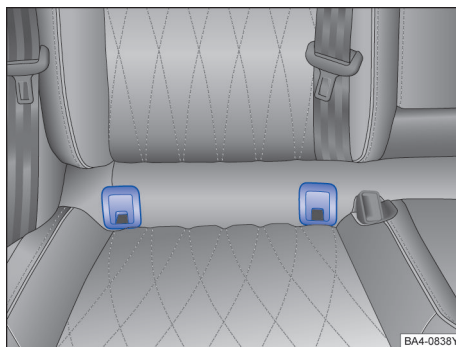

图 40 汽车座椅上：儿童座椅固定点
- 拉下固定点护罩→图 40
后排外侧座椅配有两个 ISOFIX 固定环，与车身相连→图 40。